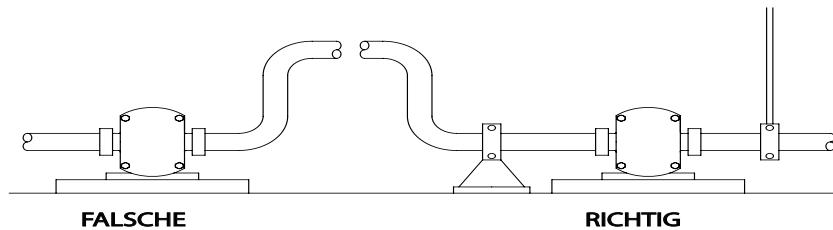

Abb. 2.3.1
Unsachgemäße Installation, Bedienung oder Wartung des Geräts kann zu ernsthaften Verletzungen des Personals und/oder einer Beschädigung des Geräts führen und verwirkt die Garantie. Sorgen Sie für eine gute Abstützung der Rohrleitungen, da die Pumpe für diese Aufgabe nicht vorgesehen ist. Denken Sie daran, dass mit Flüssigkeiten gefüllte Rohre sehr schwer sind. Abb. 2.3.1 zeigt eine empfohlene Rohrleitungsführung.
! Nehmen Sie die Pumpe niemals in Betrieb, wenn die Frontabdeckung und/oder die Ansaug-/Ablassrohre nicht angebracht sind. Sorgen Sie dafür, dass sie ordnungsgemäß installiert sind, siehe Abb. 2.3.1. Nehmen Sie gleichermaßen die Pumpe niemals in Betrieb, wenn andere Schutzvorrichtungen, wie Kupplungs- und Wellenabdeckungen fehlen oder unsachgemäß installiert wurden.
- Sorgen Sie dafür, dass die Rohrleitungen gut abgestützt sind. Benutzen Sie nicht die Pumpe, um das Rohrleitungssystem abzustützen. Siehe Abb. 2.3.1.